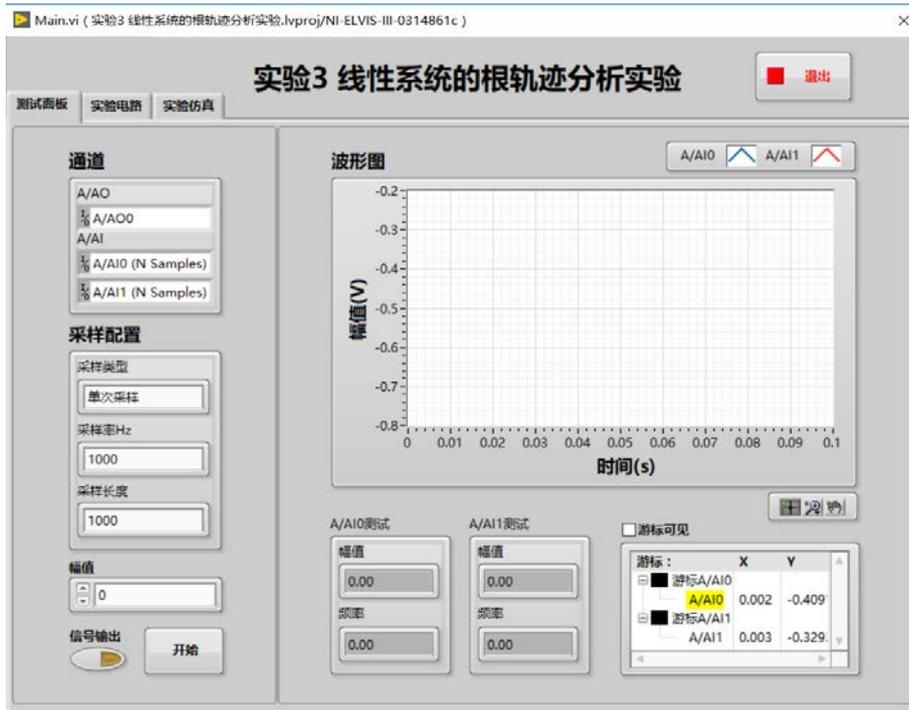

图 3-5 程序运行界面
- 双击打开 Main.vi，并单击程序运行按钮，程序运行界面如图 3-5 所示：